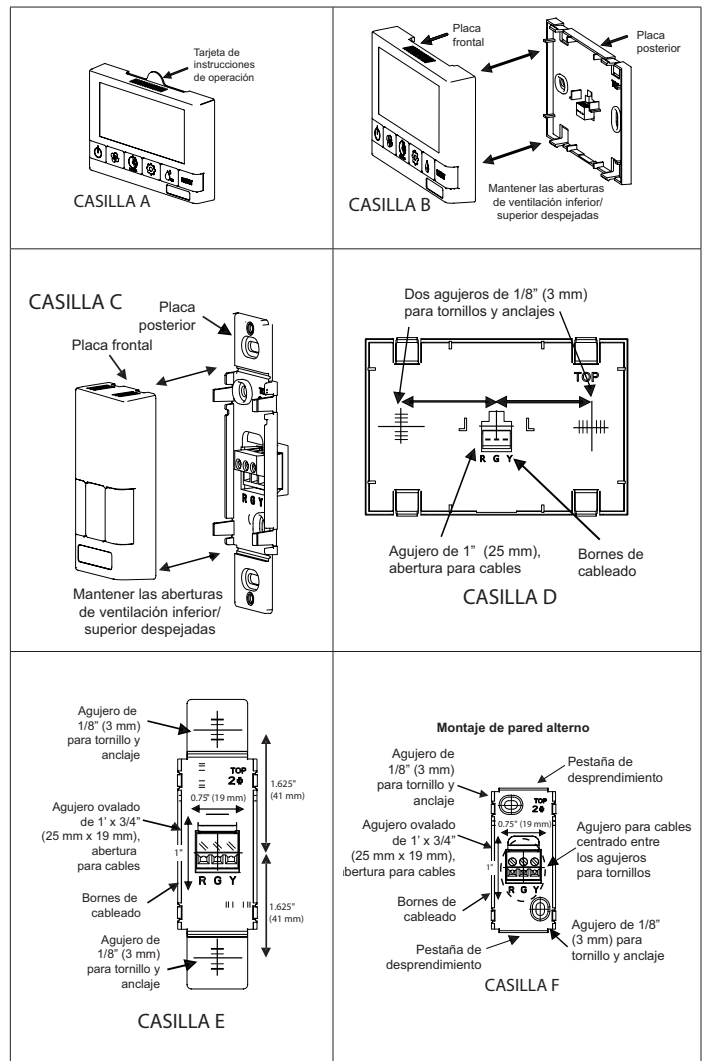

Figura 34. Instalación del control digital
1. Para el control digital de 5 velocidades / 5 modos, quite la tarjeta de instrucciones de operación del extremo superior del control (Figura 34, Casilla A).
2. Separe con fuerza la placa frontal de la placa trasera (Figura 34, Casilla B o C). Tenga cuidado para no dañar las clavijas de contacto de la placa frontal.
3. Para el control digital de 5 velocidades / 5 modos, coloque la placa trasera del control en la ubicación deseada en la pared y marque con un lápiz los agujeros derecho e izquierdo para los tornillos (Figura 34, Casilla D).
4. Para el control del deshumidificador/ventilación de montaje en la pared, coloque la placa trasera del control en la ubicación deseada en la pared y marque con un lápiz los agujeros superior e inferior para los tornillos (Figura 34, Casilla E o F). Para montar el control sin una placa decorativa, desprenda las pestañas superior e inferior y consulte la Figura 34, Casilla F para el montaje.
5. Quite la placa trasera de la pared y marque el agujero central para los cables en el medio de los agujeros para los tornillos. Consulte la Figura 34, Casilla D, E o F para las dimensiones.
6. Taladre (dos) agujeros de 1/8" (3 mm) para los tornillos y anclajes de pared (Figura 34, Casilla D, E o F). Para el control digital de 5 velocidades / 5 modos, taladre un agujero de una pulgada en el centro (Figura 34, Casilla D). Para el control del deshumidificador/ventilación de montaje de pared, corte un agujero ovalado de 3/4" (19 mm) por 1" (25 mm) en la pared (Figura 34, Casilla E o F).
8. Conecte el rojo, verde y amarillo a los bornes de cableado en la placa trasera (Figura 34, Casilla D, E o F).
10. Conecte la placa frontal a la placa trasera (Figura 34, Casilla B o C).
11. Para el control digital de 5 velocidades / 5 modos, inserte la tarjeta de instrucciones en el control (Figura 34, Casilla A).